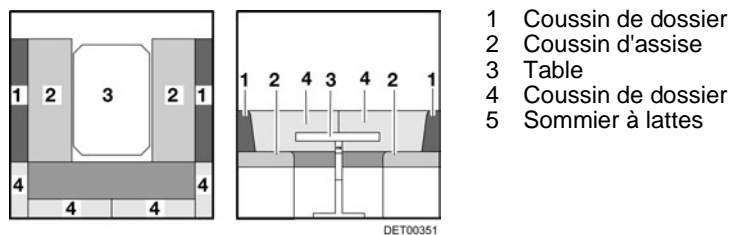

Fig. 114 Avant la transformation
- Convertir la table (Fig. 114,3) en sommier de lit (voir paragraphe 7.7).